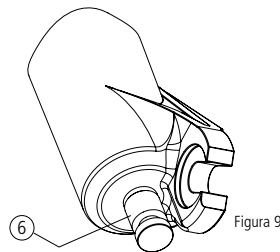

Figura 9
Para regular a velocidade de retorno utilize o botão (6) que esta localizado na parte inferior do monobloco na perna hidráulica (Figura 9). Gire o botão (6) no sentido anti-horário para deixar o retorno mais lento e no sentido horário para deixar mais rápido.